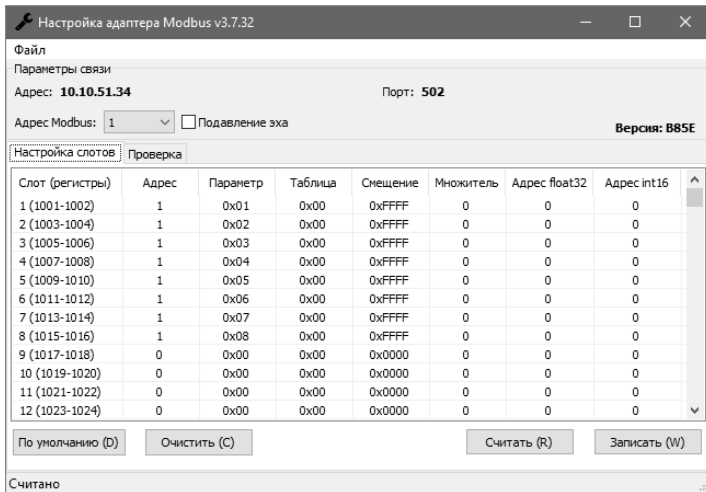

Рисунок 36 – Окно утилиты «Настройка адаптера Modbus»
3.10.13 Для проверки связи с адаптером нажать кнопку «Считать», либо на клавиатуре нажать клавишу «R». После нажатия программа должна считать значения регистров адаптера. При этом внизу в строке состояния окна утилиты будет выдано сообщение «Считано» (рисунок 36). Если значения регистров не считаны (адаптер не найден), то необходимо: